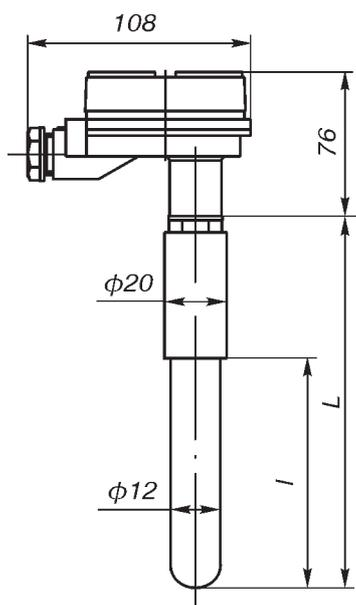
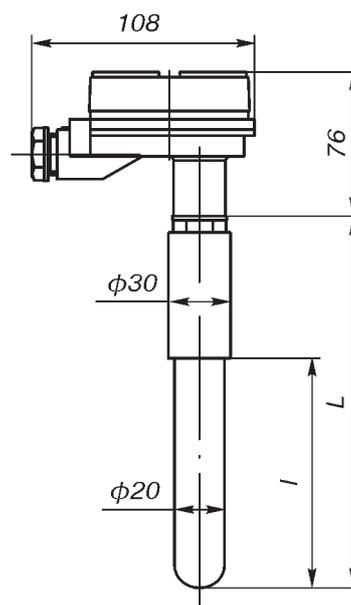

Рис. 7.
Рис. 8.
**Назначение:** преобразователи термоэлектрические **ТХА Метран-201 по рис. 7, 8** предназначены для измерения температуры высокотемпературных газовых сред, например, в обжиговых печах огнеупорного производства. Преобразователи имеют разборную конструкцию, включающую сменный чувствительный элемент, изготовленный на базе термопарного кабеля КТМСП(ХА). Погружаемая часть - чехол корундовый газоплотный марки КТВП. Внутренняя полость арматуры загерметизирована.
Стандартный ряд монтажных длин (рис. 7, 8)
**01** по рис. 1**02** по рис. 2**03** по рис. 3**31** по рис. 1А**32** по рис. 2А**33** по рис. 3А**04** по рис. 4**05** по рис. 5**06** по рис. 6 (только ТХА Метран-201)**07** по рис. 7 (только ТХА Метран-201)**08** по рис. 8 (только ТХА Метран-201)
табл. 2 - **для рис. 1-3, 1А-3А,**табл. 2а - **для рис. 4-6,**табл. 1б - **для рис. 7, 8**